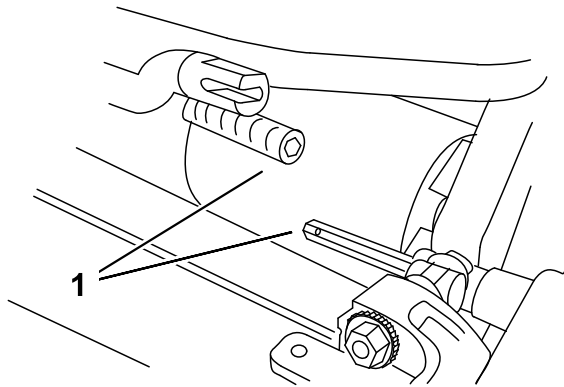

図 46
6. カuttingユニットを51 mmくらい引出し、次に右に引き出してトランスミッションのカップリング (図 46) を外す。